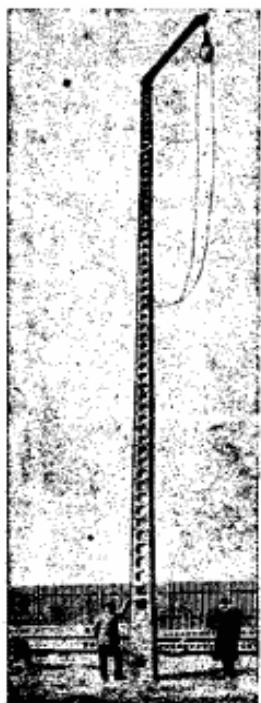

Рис. 35. Железобетонный столб.
8. Столбы, шпалы, фабричные трубы, мачты. Из железобетона оказалось небезвыгодным устраивать железнодорожные шпалы ввиду того, что последние меньше подвергаются порче и прочнее деревянных. Шпалы эти делают в виде плоских плит с ребрами и отверстиями для болтов,держивающих рельсы. Столбы для электрических передач, освещения, телефонных и телеграфных линий (см. рис. 35) во многих случаях начинают вытеснять столбы из дерева и стали. Применение железобетона позволило осуществить постройку дымовых труб небывалой высоты до 180 метров. Из железобетона в нескольких странах построены мачты для беспроволочного телеграфа — например, в Японии имеется радиостанция с такими мачтами в виде суживающейся тонкой воронки 200 метров высоты.